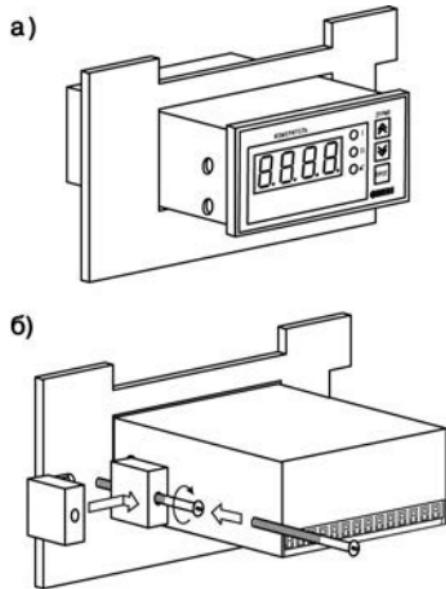

Рисунок 5.2 - Монтаж прибора щитового крепления
3. Вставить прибор в специально подготовленное отверстие на лицевой панели щита (см. Приложение А и рисунок 5.2, а).
4. Вставить фиксаторы из комплекта поставки в отверстия на боковых стенках прибора (рисунок 5.2, б).